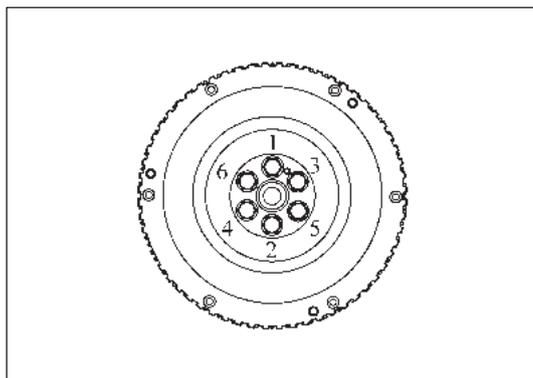

Рис. 13-3-23. Симметричное затягивание болтов маховика
- в) При установке 6 болтов маховика (4G15T: M10×1,25×20; 4G15B; M10×1,25×26) нанести анаэробный фиксирующий состав Loctite 243 на резьбу болтов и симметрично затянуть их за два прохода, как показано на Рис. 13-3-23.